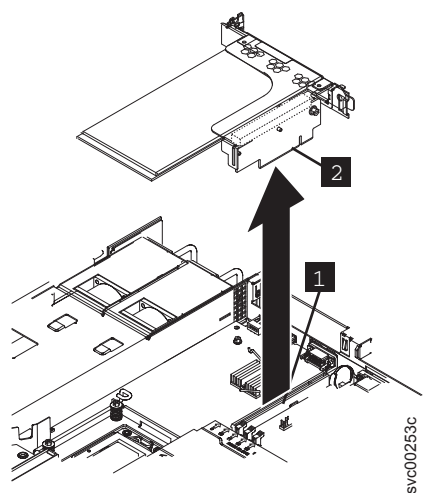

図 190. 10 Gbps イーサネット・ライザー・カード・アセンブリーの取り外し
5. イーサネット・ライザー・カード・アセンブリーの後部レールの留めねじを取り外した後、図 190 に示すように、イーサネット・ライザー・カード・アセンブリーの片側をつかんで引き上げ、PCI スロット 2 ライザー・カード・コネクタから外します。イーサネット・ライザー・カード・アセンブリーがコネクタから離れたら、イーサネット・ライザー・カード・アセンブリーを慎重にひねって、イーサネット・ライザー・カード・アセンブリーをノードから分離します。